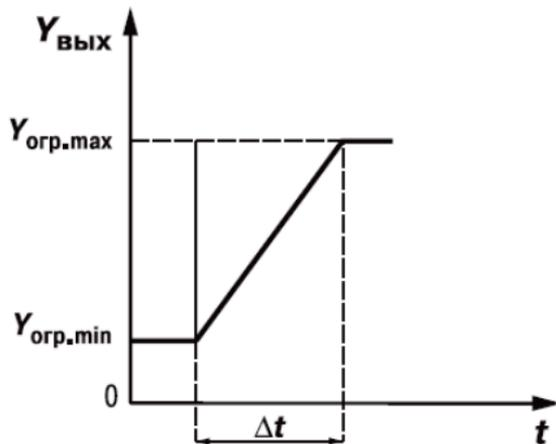

Рисунок 3.10
- скорости изменения $v_{огр} = \frac{Y_{огр. max} - Y_{огр. min}}{\Delta t}$ (рисунок 3.10), используемые для